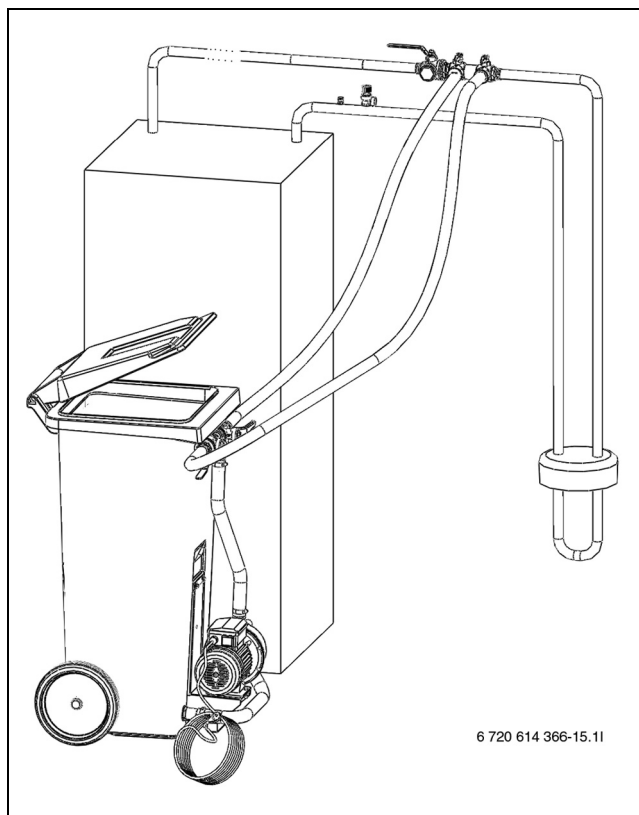

Bild 36 Fyllning med påfyllnadsstation
- ▶ Anslut två slangar från påfyllnadsstationen till påfyllnadsatsen (→ Bild 36).